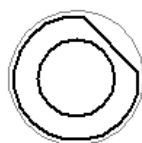

图 4.7.31 隐藏边
(6) 隐藏边。选择 **主页** 选项卡 **边** 区域中的  命令，然后在辅助视图中选择要隐藏的边线，结果如图 4.7.31 所示。